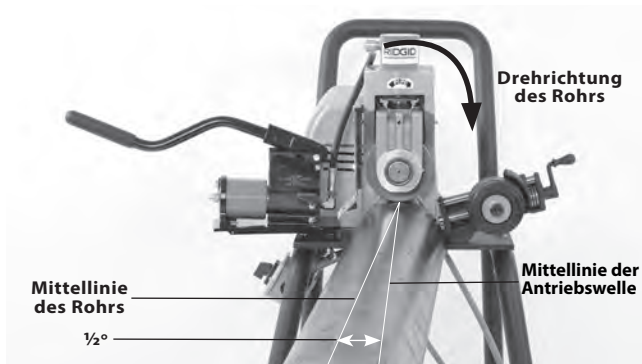

Abbildung 12 – Versetzen des Rohrs um 1/2°, (übertriebene Darstellung)
- Bringen Sie den Ein-/Ausschalter in die Stellung ON (Ein). Betätigen Sie den Fußschalter und geben Sie ihn wieder frei. Vergewissern Sie sich, dass sich die Nutrolle im Uhrzeigersinn dreht, wie am Aufkleber zur Rohrrotation am Nutgerät gezeigt. *Siehe Abbildung 12.* Lassen Sie das Gerät warten, falls sich die Nutrolle in die falsche Richtung dreht oder sich das Gerät nicht mit dem Fußschalter aus- und einschalten lässt.
7. Versetzen Sie Rohr und Rohrständer etwa 1/2 Grad (etwa 1 Zoll auf 10 Fuß vom Rollnutgerät) zum Bediener hin. Die korrekte Ausrichtung des Rohrs und des Rollnutgeräts hilft, die richtige Nachführung des Rohrs während des Nutens sicherzustellen (siehe Abbildung 12). Dies ist der richtige Versatz für das Nuten und funktioniert mit dem Stabilisator.
- Erhöhen Sie etwas den Versatz des Rohrs (Erhöhung von $\frac{1}{2}$ Grad auf 1 Grad). *Siehe Abbildung 12.*